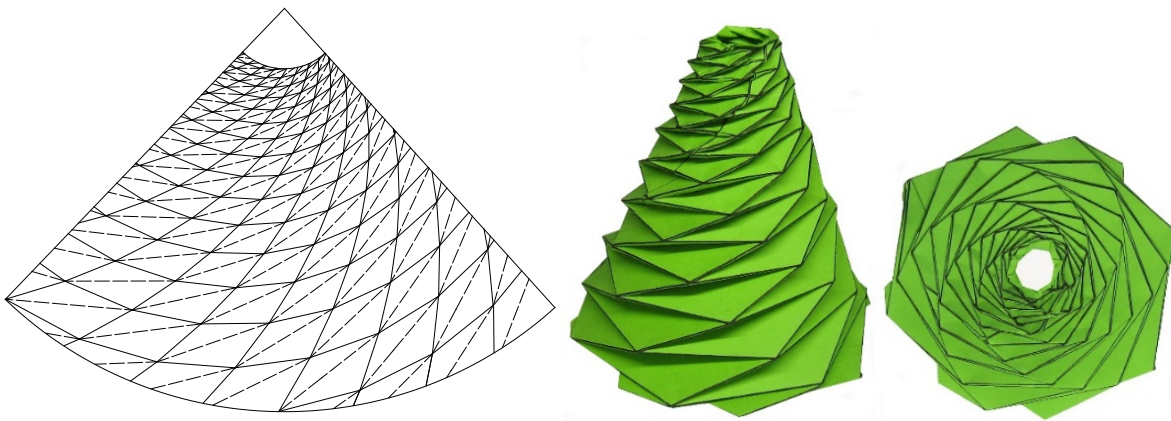

図13
図13(a)に示すように円の外周上に点Aを取り、半径と角 φ を成す線分ABを引きます。この時、線分ABが中心に対して張る角を $m\Theta$ とします。点Bから同様に線分BCを引き、順次点C、D、・・・を定めます（折り線①）。点Aから角度 ψ で同様に点Eを定め（線分AEが張る角： Θ ）、同様にしてF、G、Hを定め、折り線②を引きます。点Bの無次元半径を p とすると、 $\triangle OAB$ に正弦定理を用いて
で与えられます。同様に考えて点B、C、Dの無次元半径はそれぞれ p^2 、 p^3 、 p^4 で与えられ、点F、G、Hの無次元半径はそれぞれ q^2 、 q^3 、 q^4 で与えられます。点B、C、D、・・・からも点Aと同様に折り線②を描きます。同様の操作を続けると矩形の折り線が描かれ、この矩形に対角線を加えると図13(c)に示すような折り線が得られます。これらの折り線は等角螺旋をなしており、各節点における無次元半径は図に示す通りです。 $r = pq$ は $\triangle OAI$ に正弦定理を用いて
始めに各節点における折り畳み条件を調べます。作図法から矩形要素はすべて相似形であり、各節点の状態はすべて同じであることが分かります。図13(b)に拡大図を示します。相似形であることから、 $\angle EIM = \angle ABI$ 、また、 $\triangle ABI$ において $\beta + \gamma + \angle ABI = \pi$ であることより、点I周りの角度関係は $\beta + \gamma + \angle EIM = \pi$ となり、折り畳み条件が成り立っていることが分かります。
で与えられます。 $q=p^{N/2}$ 、 $r=pq=p^{(N+2)/2}$ を用いて1段上がりの場合と同様に ψ 、 $\psi + \delta$ を求め、これらを(7)式に用いると展開図を描くことができます。図13(c)に $N=8$ 、 $\Theta=5^\circ$ 、 $m=2$ としたときの例を示します。